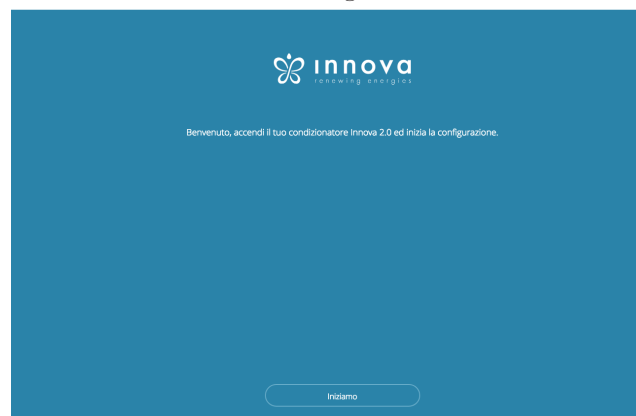

Abbildung 2-12
- Das Browserfenster wird mit der ersten Bildschirmseite der App für die Desktop-Version geöffnet. (Abbildung 2-12)
- mit einem Doppelklick auf die Datei **run.bat** öffnet sich die Bildschirmseite des Browsers (Abbildung 2-12) und einer von CMD.